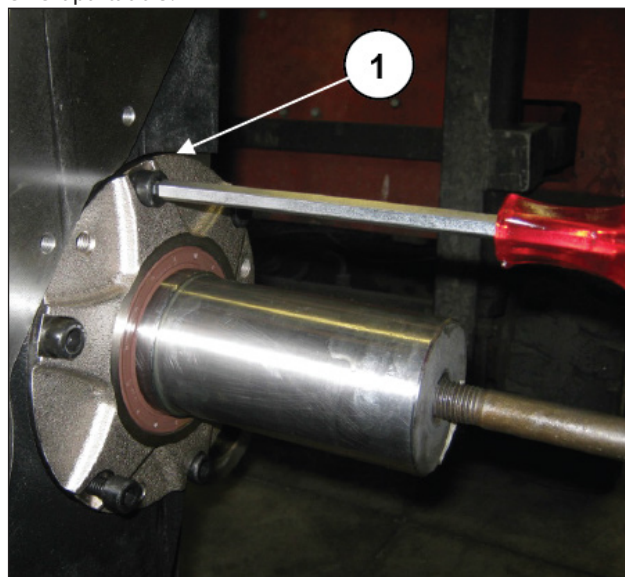
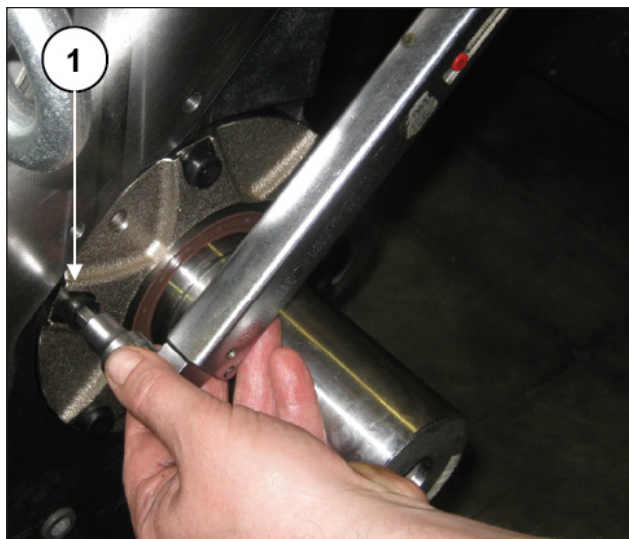

Fig. 119
Fig. 120
Montar la junta y las tapas del cojinete PTO en ambos lados y apretar los tornillos de fijación M10 (pos. ①, Fig. 119 - Fig. 120). Ajustar los tornillos con la llave dinamométrica como se indica en el apartado 3.